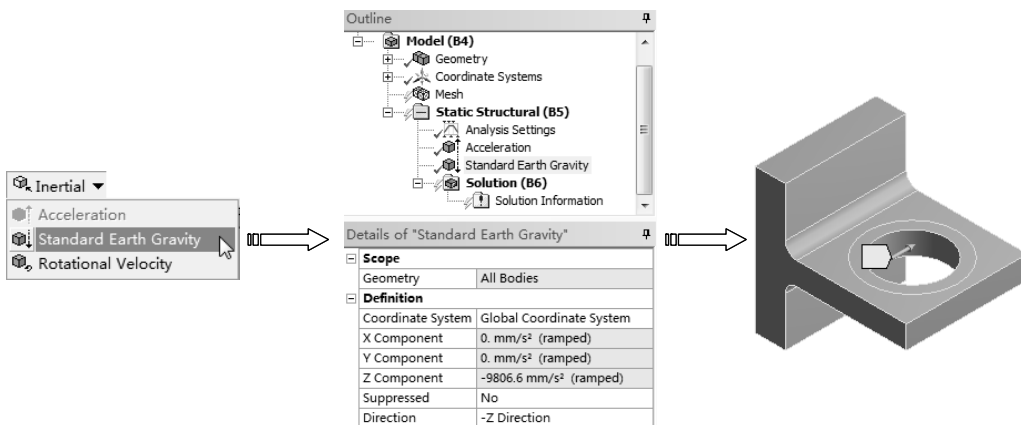

图 5-17 重力加速度
- ✧ **Standard Earth Gravity (重力加速度)：**重力加速度作为一个特殊的加速度载荷存在，其大小为 9.80665m/s^2 。重力加速度方向总是沿着总体坐标系的某一个轴，不需要定义与其相反的方向得到重力作用力，如图 5-17 所示。